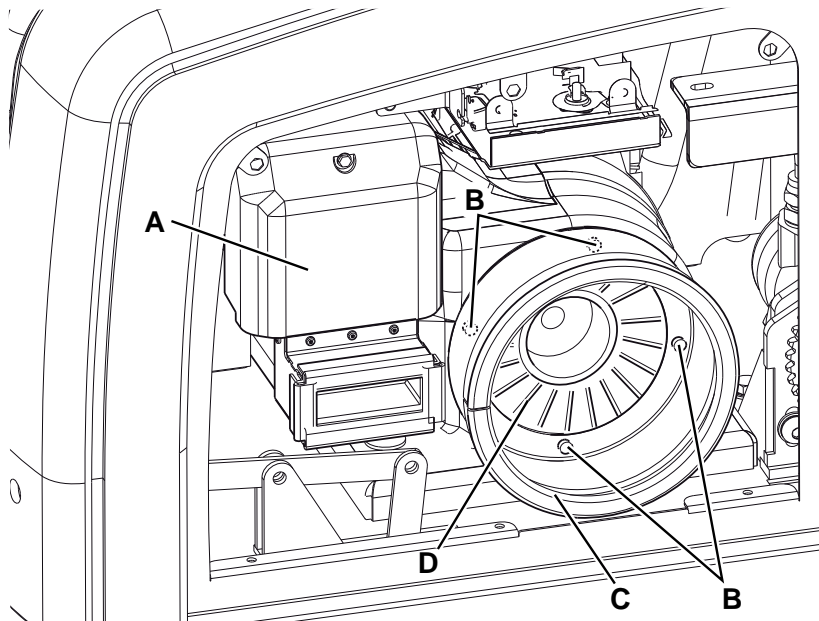

Abbildung 28
2. Feststellbremse mit dem Pedal (82) und dem Hebel (75) betätigen.
3. Zündschlüssel (69) in Stellung 0 drehen.
4. Schrauben (48) herausdrehen, Haltevorrichtungen (49) ausrasten und linke Seitenschutzplatte (47) abnehmen.
5. Wie im Handbuch des Benzinmotors erläutert, Luftvorfilter des Motors reinigen und/oder Einsatz des Motorluftfilters warten (A, Abb. 28).
6. Linke Seitenschutzplatte (47) wieder montieren.
5. Schrauben (B, Abb. 28) herausdrehen und Luftförderer (C) entfernen.
6. Motorkühlsystem (D) wie im Handbuch des Benzinmotors erläutert reinigen.
7. Linke Seitenschutzplatte (47) wieder montieren.